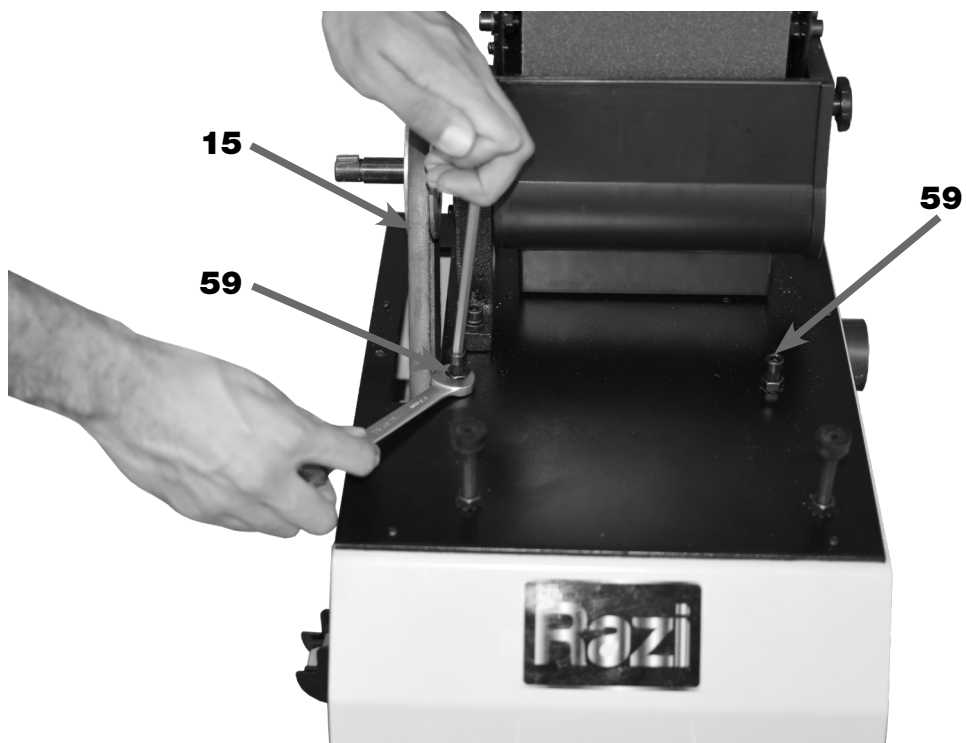

FIGURA 37 – Alívio da tensão da Correia
9. POSICIONAR a Mesa da Lixa de Fita (05) na vertical;
10. SOLTAR os Parafusos Tensionadores da Correia (59) (figura 37) até afrouxar a Correia (15);